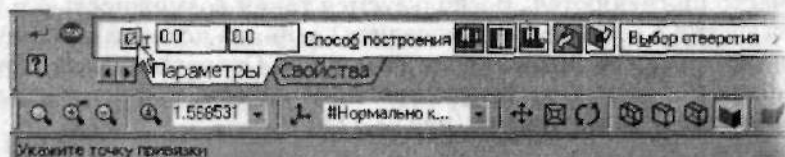

Рис. 2.112. Щелкните по крестику, разрешающему использование точки привязки
4. Выберите **Отверстие 02**, в нижней части окна введите глубину отверстия — **14 мм** и нажмите клавишу **Enter** (Ввод), диаметр — **4 мм** и нажмите **Enter** (Ввод). Далее обязательно щелкните по крестику, разрешающему использование точки привязки (рис. 2.112).